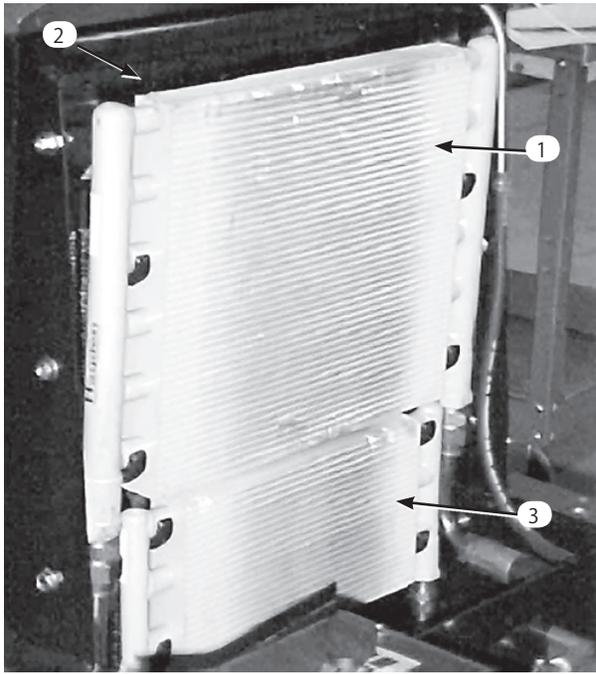

図53
3. オイル・クーラー少し持ち上げて前に傾ける(図53)。オイル・クーラとラジエターの裏表を圧縮空気ですて丁寧に清掃する。オイル・クーラを元に戻す。